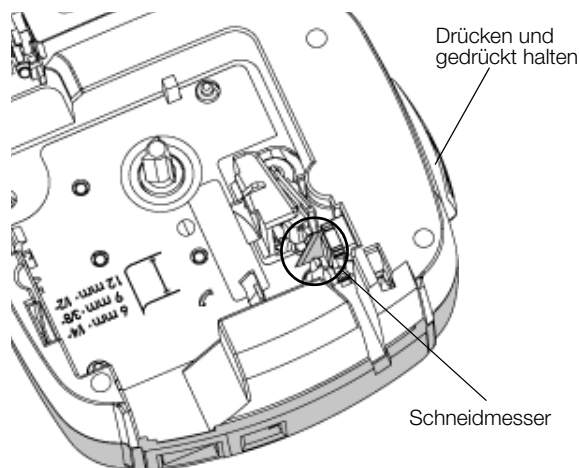

Abbildung 7
- 2 Drücken Sie die Abschneidetaste nach unten und halten Sie sie gedrückt, um das Schneidmesser freizulegen (siehe Abbildung 7).